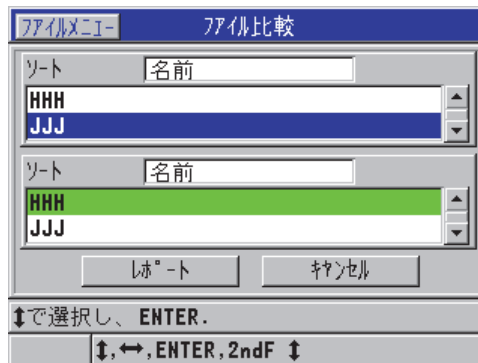

図 6-42 ファイル比較レポート画面
5. ファイル比較画面で、次の操作を行います（136 ページの図 6-42 を参照）。